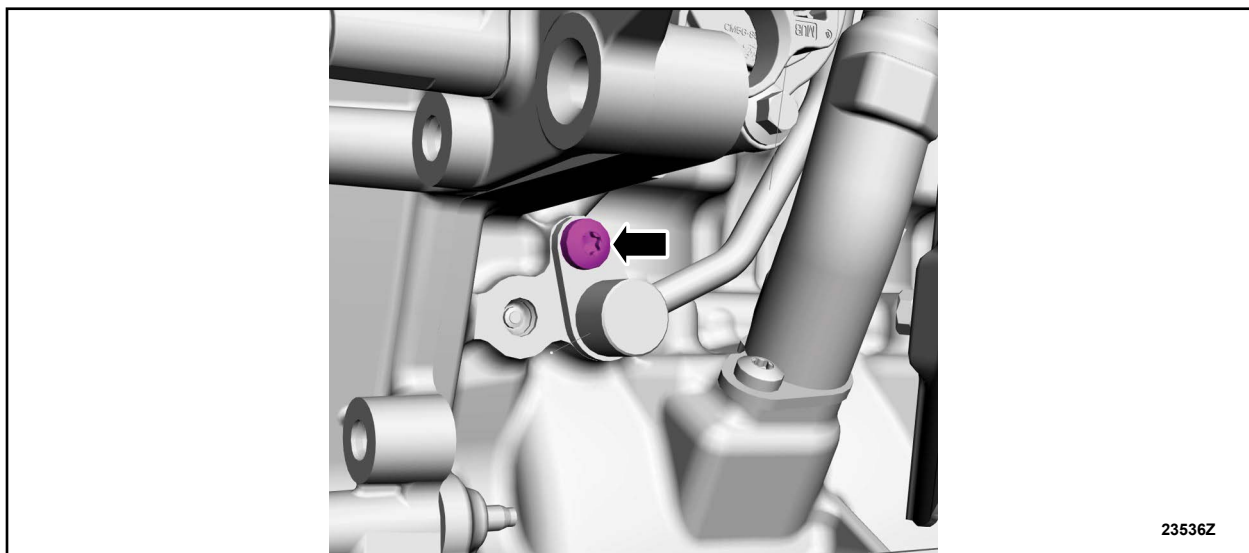

FIGURE 30
37. Tighten the bolt. See Figure 30.